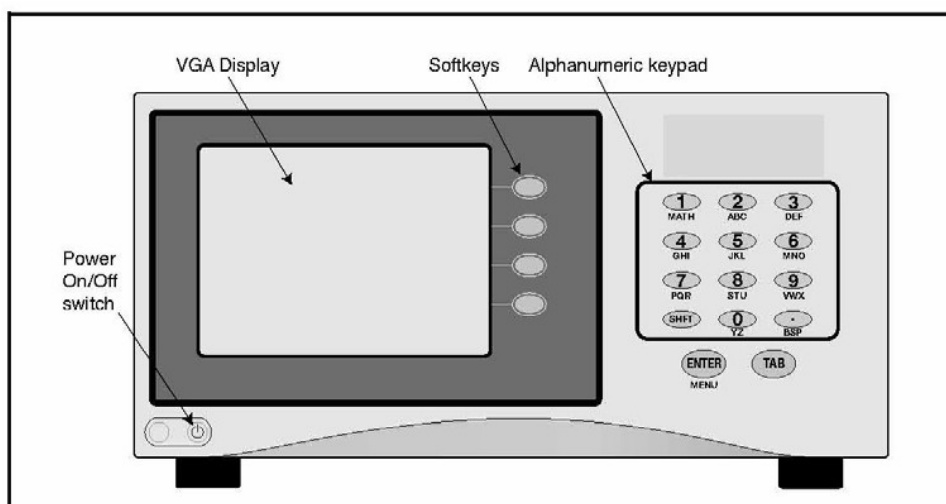

図 1-1 :VGA ディスプレイを備えた卓上設置型 Optica
Optica の前面パネルを図 1-1 (下) に示します。前面パネルにはディスプレイ、データ入力用の英数字キーパッド、ENTER と TAB キーが配置されており、ディスプレイ画面の右側には 4 個のソフトキーが付いています。
- 高分解能フルカラー液晶 (LCD) ディスプレイ。データのグラフィック表示機能を持ち、この画面を使用して装置のプログラム設定を行います (“VGA”ユニットと呼びます)。下図 1-1 参照。